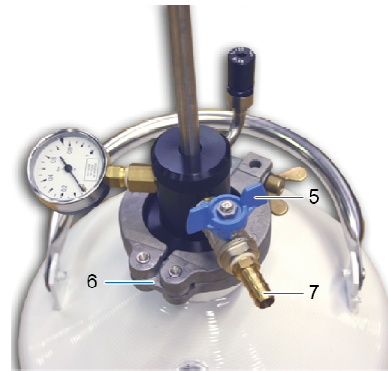

Figure 8-4 : llenado a partir de una bomba DL3 in situ; etapa 2.
4. Abra la válvula de desgasificación (Figure 8-4, rep. 5).
6. El llenado finaliza cuando la boquilla (Figure 8-4, rep. 7) de la válvula de desgasificación escape líquido.
7. Cierre el botón giratorio (Figura 8-3, rep.4) y la válvula de desgasificación (Figure 8-4, rep. 5).